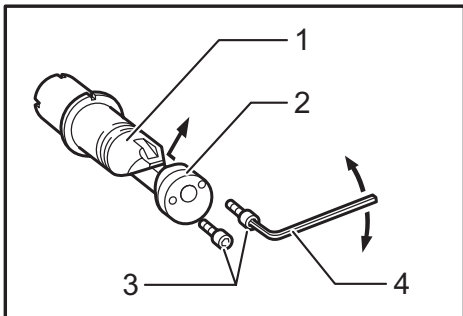

Fig.4
► **Fig.4:** 1. Die holder 2. Die 3. Bolts 4. Hex wrench